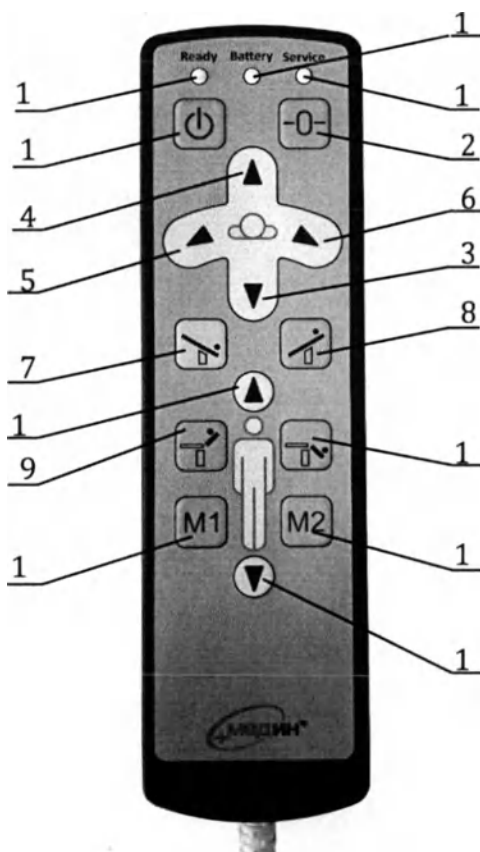

Рисунок 4. Назначение кнопок на пульте управления приводом.
9.9 Для включения пульта нажмите и удерживайте 3 секунды кнопку 1 «OFF/ON» (Рисунок 4) пульта управления. Должен загореться индикатор 11 зеленого цвета. Стол готов к работе.
9.10 В случае, если на пульте управления (Рисунок 4) горит индикатор красного цвета 13, необходимо нажать на педаль 1 (Рисунок 5) в любую сторону и переключить указатель 2 ножного механогидравлического привода в положение блокировки «» (красный сектор). При этом индикатор 13 на пульте погаснет. Пульт готов к работе. Нажмите и удерживайте необходимую кнопку пульта управления для приведения в движение панели стола
На пульте управления индикатор зарядки батарей 12 (Рисунок 4) должен гореть зеленым цветом.
Возможно запрограммировать и запомнить любые другие два положения панели, необходимые врачу, используя следующие движения: наклоны по Тренделенбургу и анти-Тренделенбургу, боковые наклоны, наклоны спины. Для этого установите панель в нужное положение, нажмите и удерживайте кнопки 1 затем M1 (M2) (Рисунок 4). Индикатор 13 мигает красным цветом. Это означает, что новое положение панели стола запрограммировано.